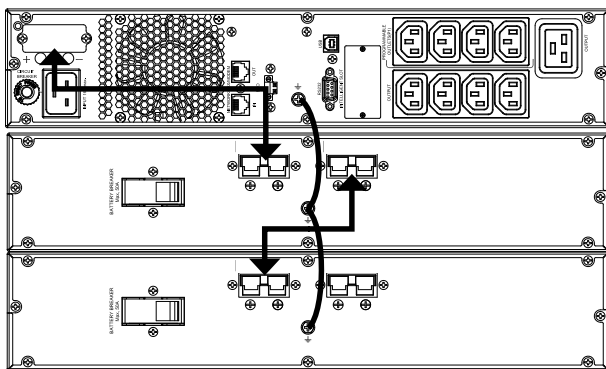

Fig. 9. Conexión con módulos de baterías.
- La conexión del módulo de baterías con el SAI se realiza mediante una manguera provista de conectores polarizados en ambos extremos y suministrada con el primero. Insertar el conector de un extremo de la manguera en el respectivo del SPS.ADVANCE y el del otro extremo al del módulo de baterías (ver Fig. 9). Del mismo modo se pueden encadenar módulos de baterías en paralelo ya que cada uno de ellos dispone de dos conectores. Todos los conectores deben fijarse a su unidad mediante los tornillos que sujetaban la tapa de protección de cada conector en el SAI o en el módulo de baterías.
-  Al tratarse de un equipo con protección contra choques eléctricos clase I, es obligatorio e imprescindible conectar el conductor de toma de tierra (⏚). Conectar el cable de toma de tierra incluido en la manguera a los correspondientes puntos identificados, sean borne o tornillo (ver Fig. 9). Cuando la manguera de interconexión disponga de malla la toma de tierra se enlazará entre unidades a través de ésta, al fijar mediante los tornillos indicados en el punto anterior los soportes metálicos de los conectores al SAI y al módulo o módulos de baterías.
- En la Fig. 9 se muestra la conexión de un equipo de 3 kVA en disposición tipo rack, con dos módulos de baterías. Para mayor número, operar de modo similar a los de la ilustración.